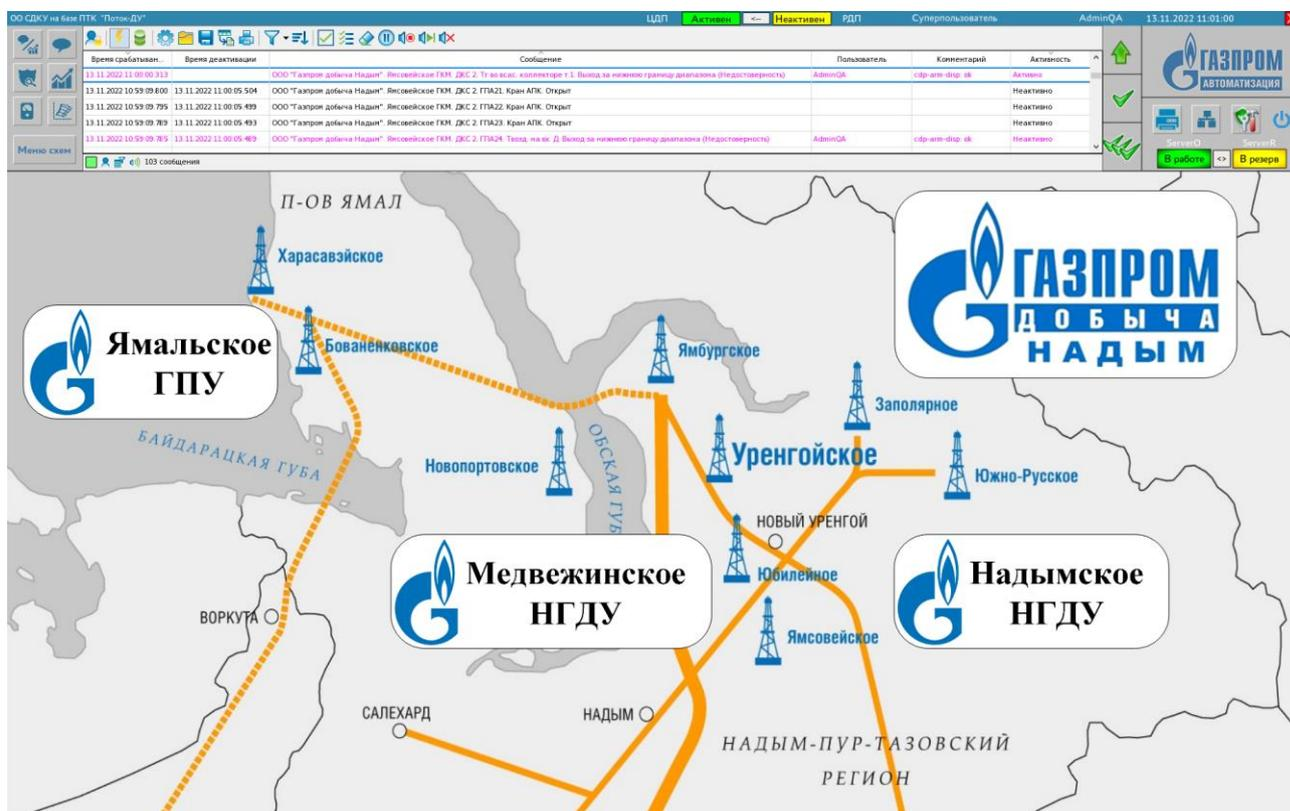

Рисунок 5 – Экран первого уровня
- дождаться появления на экране АРМ диспетчера основного экрана Системы (см. Рисунок 5).
Система считается работоспособной с момента появления на экране АРМ диспетчера основного экрана Системы (см. Рисунок 5).
– первый уровень – мнемосхема уровня газодобывающего предприятия (ГДП), в данном случае ООО «Газпром добыча Надым» (см. Рисунок 5). Экран